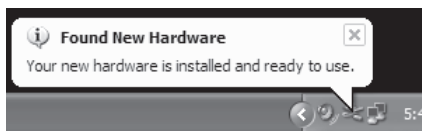

Figura 7
2. Cuando los drivers hayan sido instalados, la indicación cambiará a "Su nuevo hardware ha sido instalado y está listo para su uso" (Figura 7). Nota: Esta indicación no volverá a aparecer de nuevo para un mismo puerto USB.